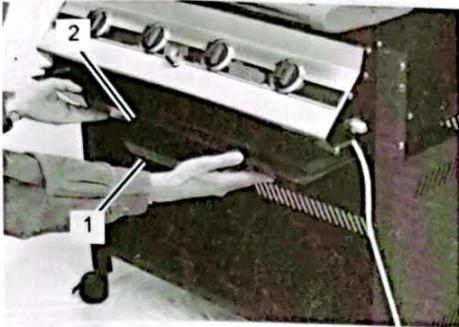

Abb. 16
18. Haken Sie die Auffangschale (Abb. 16/1) in die Tropfschale (Abb. 16/2) ein und schieben Sie beides zusammen in die Schiene ein.